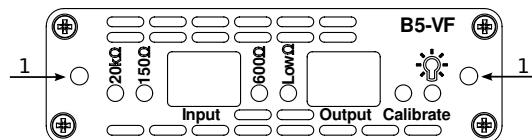

Рис. 5.1. Передняя панель модуля B5-VF
4. Подать сигнал с разъёма Output модуля В5-VF (см. рис. 5.1) на вход объекта.
4. Подключить к разъёму Input модуля B5-VF (см. рис. 5.1) измеряемую линию.